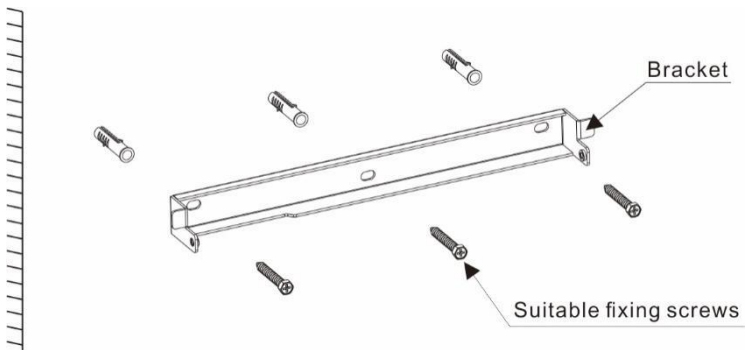
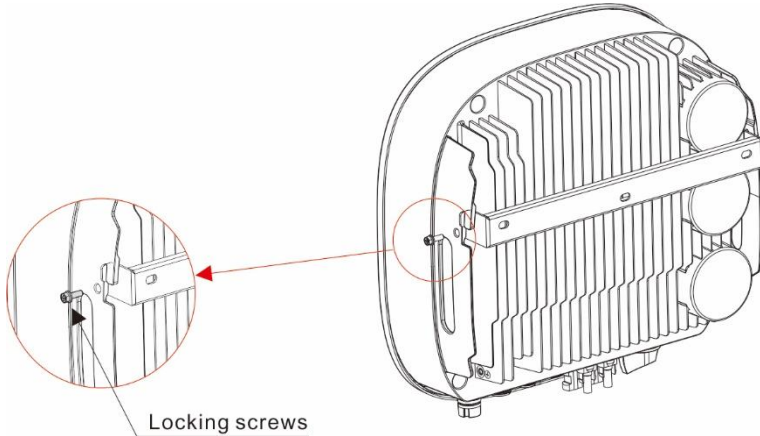

Figura 4.4 Montaggio a parete dell'inverter
Figura 4.5 Staffa di montaggio a parete
Consultare la Figura 4.4 e la Figura 4.5 per le istruzioni sul montaggio dell'inverter.
2. Assicurarsi che la staffa sia orizzontale e che i fori di montaggio (nella Figura 4.4) siano segnati correttamente. Praticare i fori nella parete o nel pilastro in corrispondenza dei segni.
4. Sollevare l'inverter (facendo attenzione a non sforzare il corpo) e allineare la staffa posteriore dell'inverter con la sezione convessa della staffa di montaggio. Appendere l'inverter alla staffa di montaggio e accertarsi che sia ben saldo (vedere Figura 4.5).